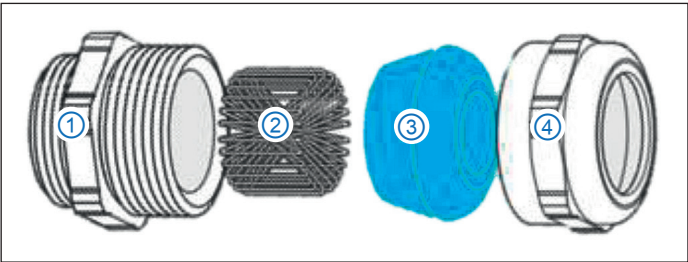

Abb. 7-1: Komponenten einer Kabelverschraubung mit Kontaktierung des Schirms
TRI-Federn (Abb. 7-1, ②) werden benötigt, um den Kontakt zwischen der Abschirmung der HV-Leitung und dem Modulgehäuse herzustellen. Wenn keine Kontaktierung der Abschirmung über TRI-Federn erfolgen soll, werden diese nicht benötigt und können weggelassen werden.